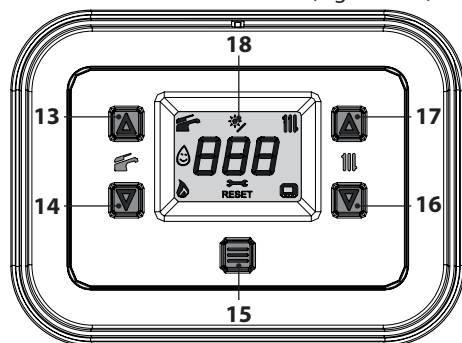
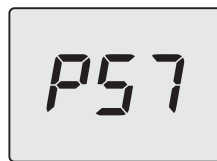
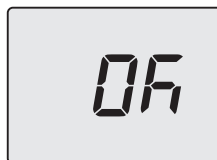

Figura 5.25
Figura 5.29
Figura 5.31
- Entrare in "modalità programmazione" premendo contemporaneamente per 5 secondi i tasti 14 e 16 (Figura 5.25) fino a far apparire sul display LCD le lettere **HiS** che indicano il menu "Storico delle caldaia" (Figura 5.26).
- Premere per 1 sec. il tasto 15 (Figura 5.25) per entrare nel parametro selezionato. Il display visualizzerà quanto segue (Figura 5.29).
- Premendo il tasto 15 (Figura 5.25) si ottiene la conferma del valore inserito. Il display visualizzerà per 5 sec. quanto segue (Figura 5.31) poi, si porterà al livello superiore.
- Premendo contemporaneamente i tasti 14 e 16 (Figura 5.25) si esce senza modificare il valore (ritorno al livello precedente).
- tenere premuti contemporaneamente i tasti 14 e 16 per 5 sec. (Figura 5.25) (ritorno al livello precedente).